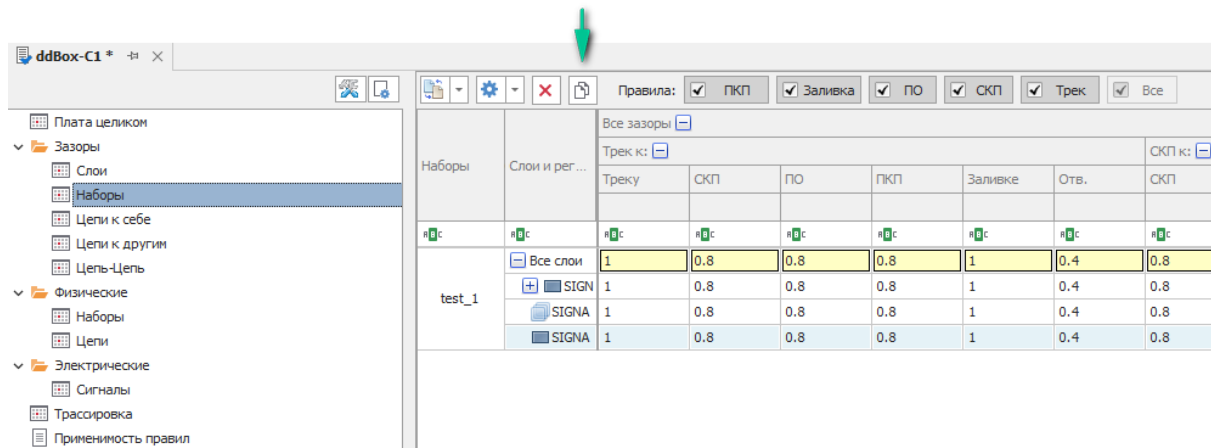

Рис. 59 Создание копии выбранного набора правил
2. В панели инструментов редактора правил выберите , см. Рис. 59.